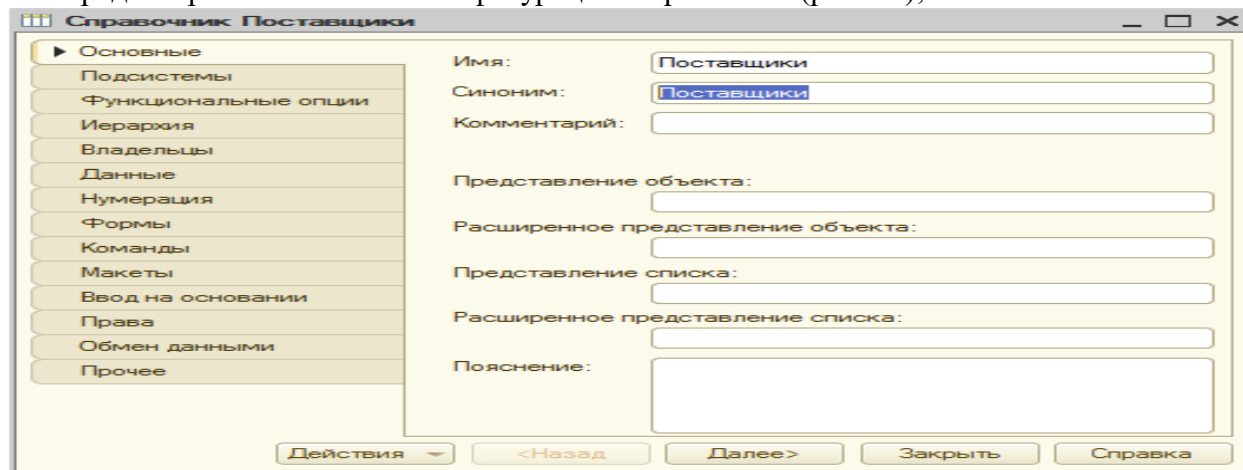

Рис. 16
- в окне Конфигурация в дереве конфигурации на объекте Справочники щелкните правой кнопкой, а затем щелкните на появившемся пункте Добавить - откроется окно редактирования объекта конфигурации Справочник (рис. 16);